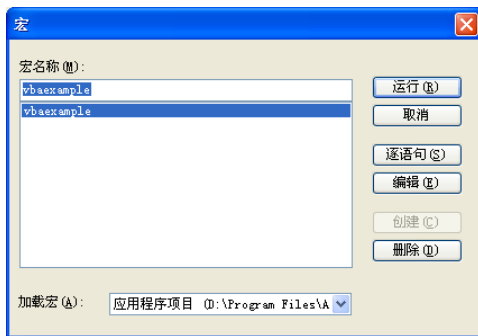

图 15-4 “宏”对话框
(3) 选择菜单【工具】下的【宏】选项,则打开如图 15-4 所示的【宏】对话框,可以看到里面已经列出了“vbaexample”函数。单击该对话框右侧的【运行】按钮,则可以运行该宏,运行结果与单击 vb 编辑器的标准工具栏上的【运行子过程/用户窗体】按钮作用一样。选择【逐语句】选项则可以逐语句的执行程序,这样方便查找程序中的错误。选择【编辑】选项则可以打开 VB 编辑器以修改源程序。单击【删除】按钮则可以删除该宏。